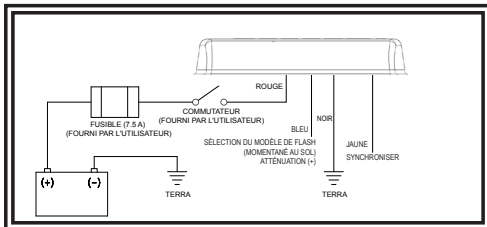

Figure 3
5. Relevez les câbles d'alimentation comme indiqué dans la section sur le câblage (voir Figure 3).
Le câblage de la mini-barre à montage définitif est tel qu'indiqué à la figure 3. Tout le câblage doit être d'un moins 18 AWG. La ligne positive doit disposer d'un fusible 7,5 ampères, tel que décrit. Il est possible d'employer un interrupteur pour contrôler la fonction d'allumage et d'arrêt.